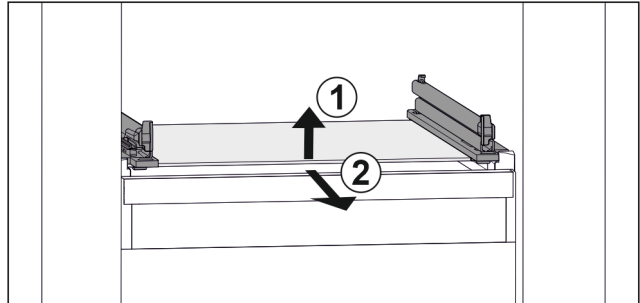

Fig. 97 Примерно изображение на стъклената плоча
- ▶ Повдигнете стъклената плоча отпред. Fig. 97 (1)
- ▶ Извадете стъклената плоча напред. Fig. 97 (2)